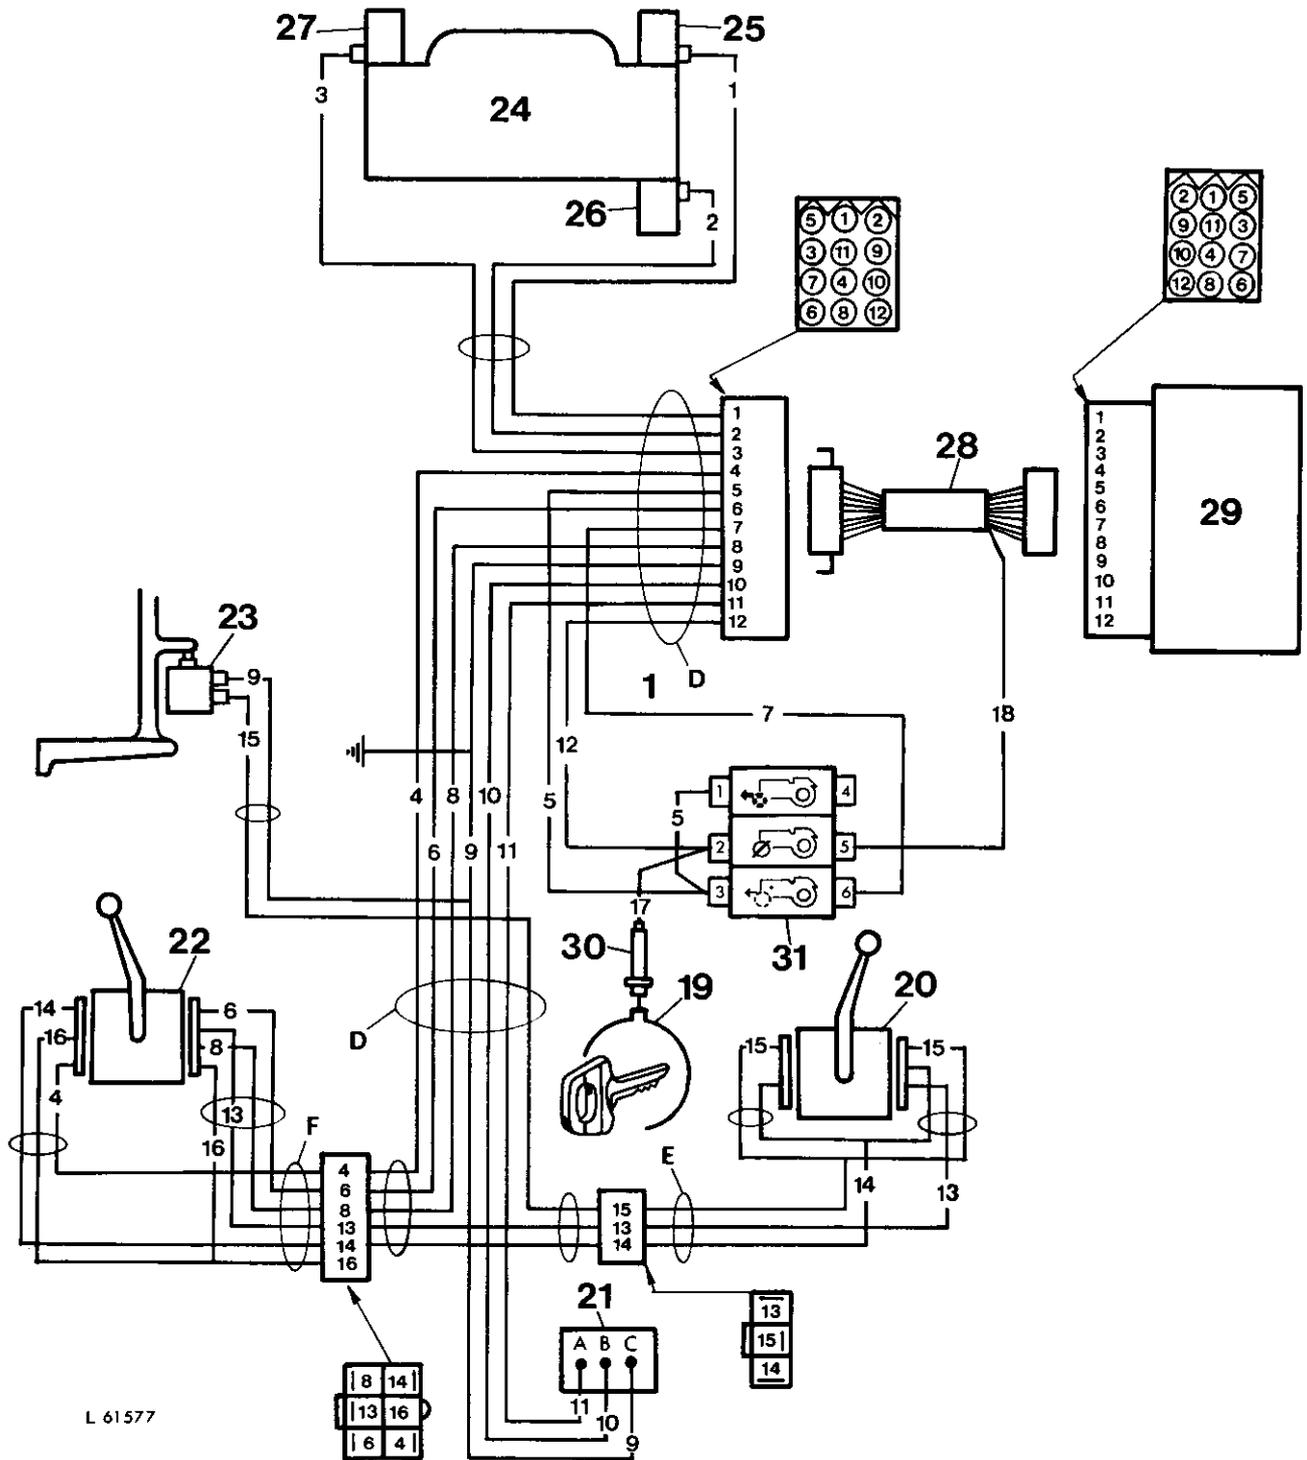

Fig. 10 – Schéma de câblage de l'essieu avant moteur hydrostatique
SCHEMA DE CABLAGE DU SYSTEME DE COMMANDE (fig. 10)
* Dans le schéma (fig. 10), le conducteur blanc 14 est branché à l'avant de la plaque gauche du contacteur de groupe 22 et le conducteur marron foncé 4 à l'arrière. Ceci n'est valable que pour le 2130. Sur le 3130, au contraire, le conducteur marron foncé 4 est branché à l'avant et le blanc 14 à l'arrière de la plaque.